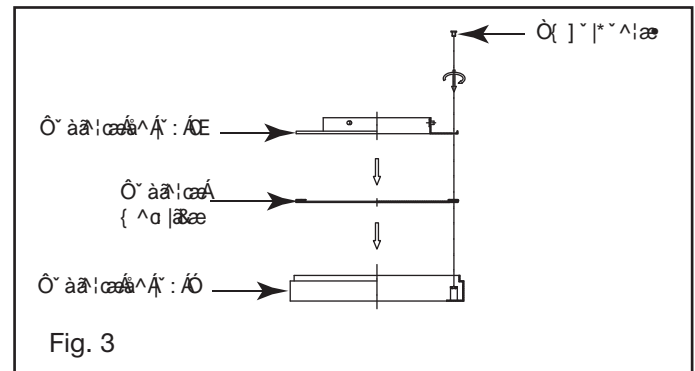

Fig. 3
- 1 Retire la placa de pared existente y el interruptor antiguo de la caja de salida de pared. (Fig. 3)